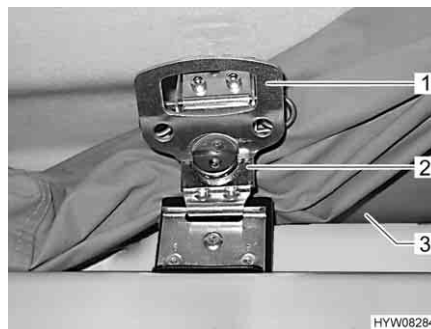

Fig. 29 Serratura rapida, bloccata
- Ruotare la maniglia (Fig. 29,1) sulla serratura rapida (Fig. 29,2) in senso orario di mezzo giro.
- Avvolgere la tenda (Fig. 29,3) e spingerla dietro il bordo.